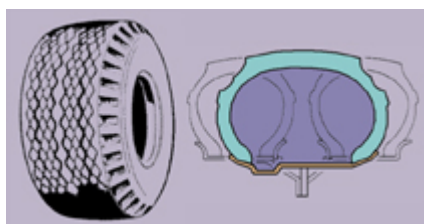

Fig. 20
- **Neumático Súper Single (fig. 20)**